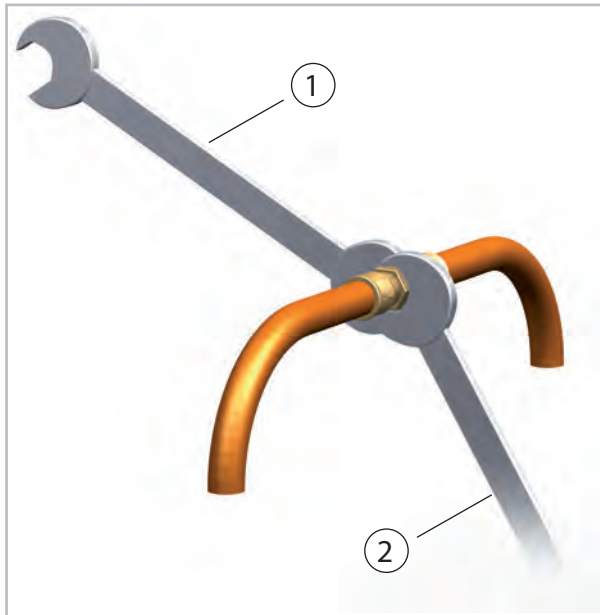

Abb. 14: Verschraubungen anziehen
13. ➤ Befestigen Sie nun endgültig die Verschraubungen mit 2 Maulschlüsseln geeigneter Schlüsselweite. Halten Sie während des Schraubens auf jeden Fall mit einem Maulschlüssel gegen (Abb. 14).